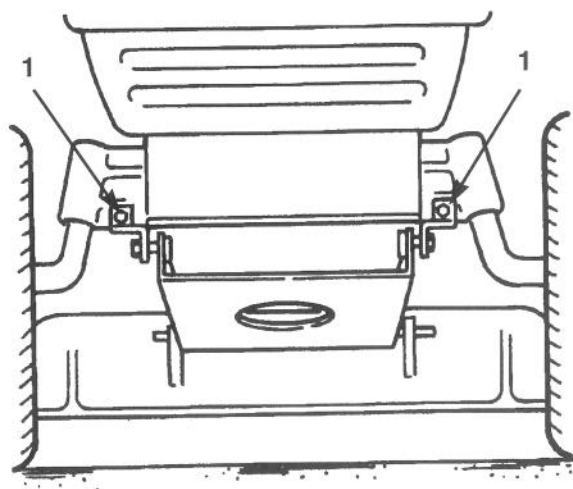

Bild 40
7. Die Schrauben und Kontermuttern entfernen und die zwei Mähwerk-Gelenkaufhängeprofile von der Vorderachse nach unten abziehen (Bild 40).